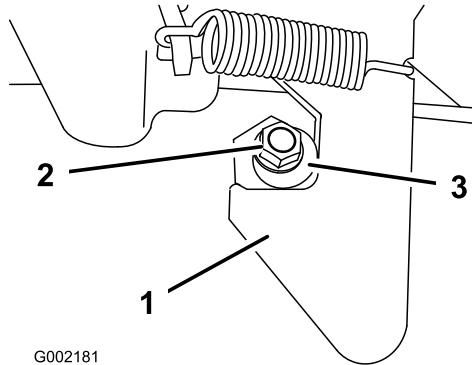

図 67
1. ラッチポストの端についているロックナットをゆるめる図 67。
2. ラッチポストを右回りに回転させてラッチのフック部にちょうど嵌るようにする図 67。